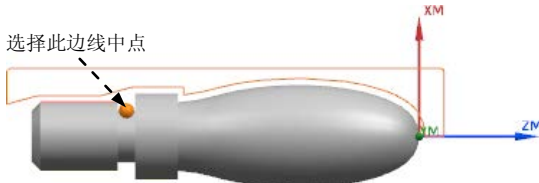

图 4.7 选择参照点
Step2. 单击 **切削区域** 右侧的“编辑”按钮 , 系统弹出“切削区域”对话框。在 **轴向修剪平面 1** 区域 **限制选项** 下拉列表中选择 **点** 选项; 单击“点对话框”按钮 , 在图形区选取图 4.7 所示边线的中点; 分别单击“点”对话框和“切削区域”对话框中的 **确定** 按钮, 完成切削区域的设置。